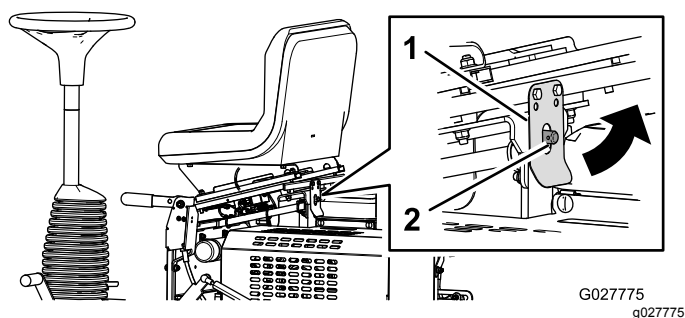

Рисунок 20
2. Оттяните защелку сиденья и наклоните сиденье вперед (**Рисунок 20**).